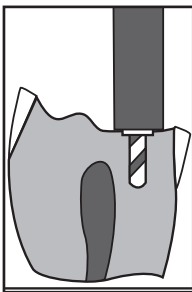
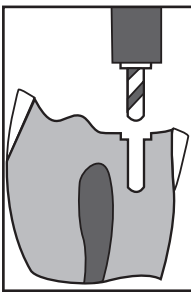

Figure 5
Figure 6
- Completare la preparazione del canale raggiungendo il fondo (la parte non filettata colorata del fresa agisce da dispositivo di bloccaggio) (**Fig. 5**). La fresa limitatrate MAX automaticamente creer3 l'accecatoio corretto per il dispositivo di bloccaggio MAX con gambo filettato solo in parte (**Fig. 6**).